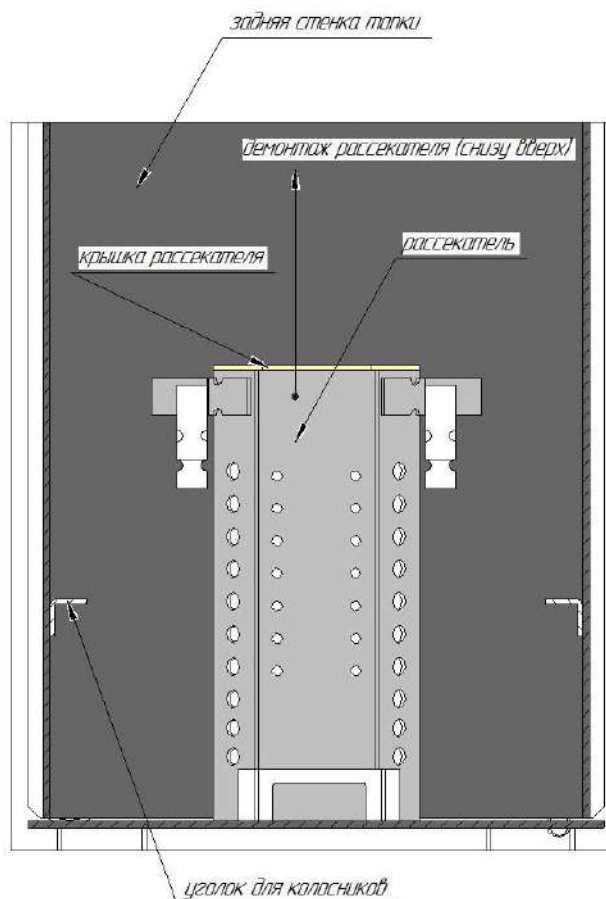

Рис. 10
1. Демонтировать рассекатель фронтальной подачи воздуха см. рис.10
Периодически необходимо очищать отверстия рассекателя и воздушный канал. Для этого демонтировать рассекатель легким постукиванием по козырьку крышки рассекателя снизу –вверх, как показано на рис.10